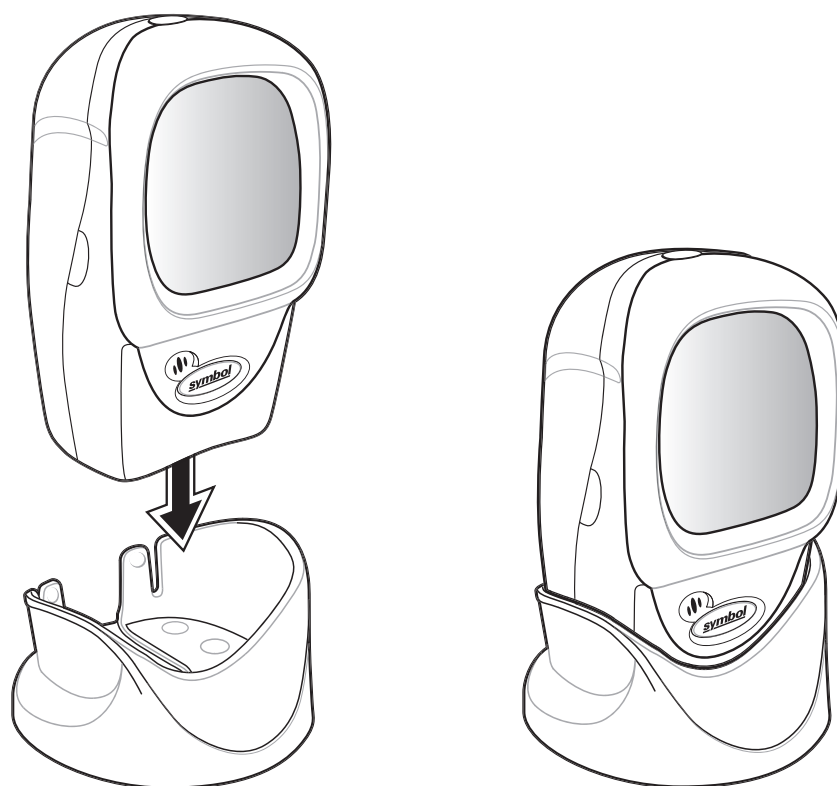

Figure 2-1. Scanner sur le support
2. Placez le scanner sur le support (voir Figure 2-1).